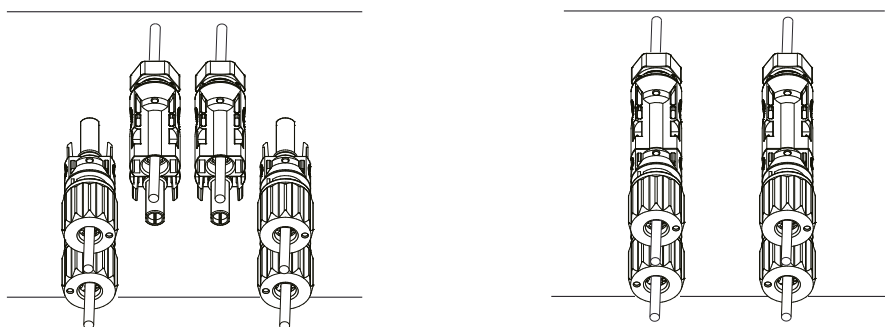

Figura 5.6 Conexão de Entrada CC
d. Por fim, insira o conector CC na entrada positiva e negativa do inversor, conforme figura 5.6